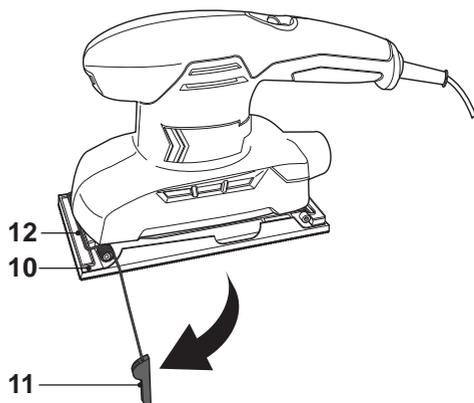

Fig. 4
- > Appuyez sur le levier de pincement [11] vers le bas le long du plateau de ponçage [10] pour ouvrir la barre de pincement [12] (Fig. 4).